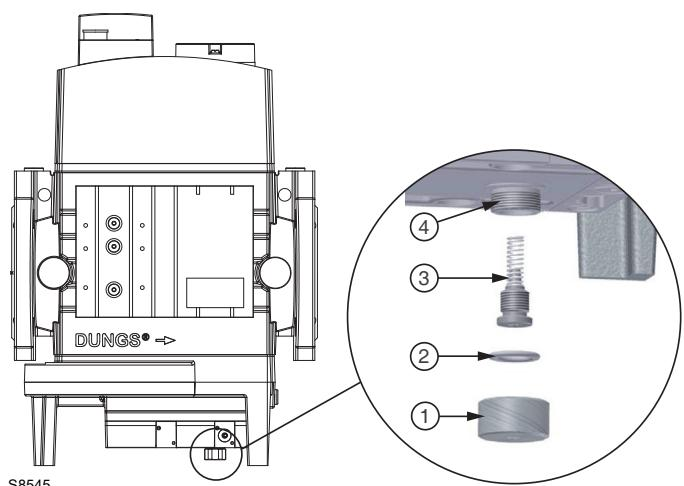

Fig. 10
Qualora siano necessarie delle pressioni in uscita diverse è necessario ordinare la molla adeguata tra quelle previste come accessorio e procedere alla sostituzione come indicato in Fig. 10.
- Svitare con attenzione il tappo di protezione 1)(Fig. 10) e verificare che la guarnizione 2) sia integra nella propria sede;
Legenda (Fig. 10)